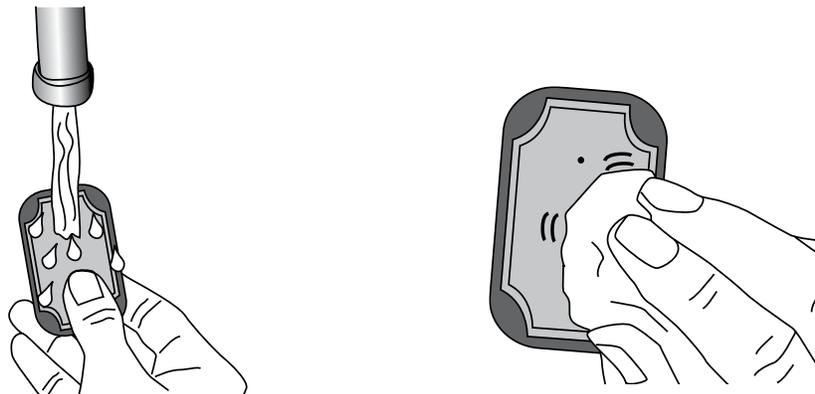

Abbildung 6-18: (Links) Befeuchten der Gewebeelektrode (Rechts) Abtupfen der Gewebeelektrode
2. Befeuchten Sie die Gewebeelektroden, bis sie sich vollgesogen haben. Siehe Abbildung 6-18.
3. Tupfen Sie überschüssiges Wasser von den Gewebeelektroden ab. Siehe Abbildung 6-18.